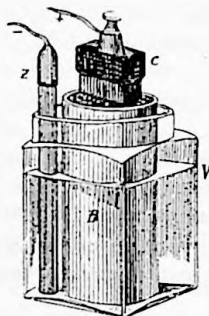

Fig. 35.
*Elementul Leclanché* (fig. 35). E format dintr'un vas de sticlă *V*, în care se toarnă o soluție de *țipirig* (clorură de amoniu) în apă. Se introduce apoi în vas un baston de zinc *Z* și un vas de pământ poros *B*, ce conține un baston sau o prismă de cărbune *C*, implântat într'un amestec de coks și *bioxid de mangan* (*piroluzită*). Zincul formează polul negativ, iar vasul poros cu cărbunele pe cel pozitiv. De capetele bastoanelor de zinc și de cărbune se leagă cei 2 reofori. Acest element servește la soneriile electrice. El funcționează 6 luni fără a i se schimba substanțele.